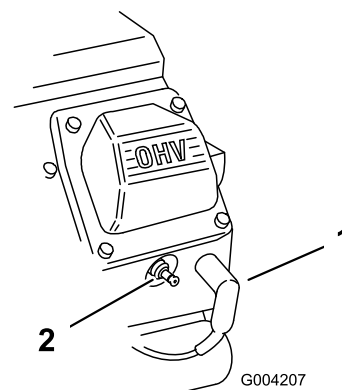

Figura 22
1. Desconecte los cables de las bujías (Figura 22).